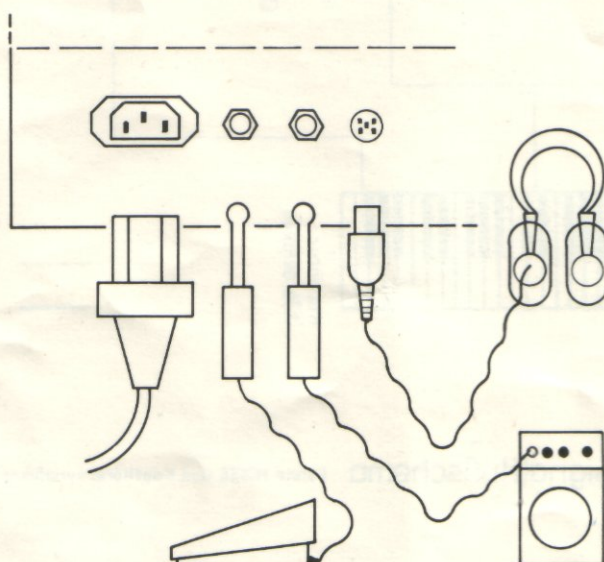

Abb. 4
- 3.2. Sollten Sie die Wiedergabe über Kopfhörer wünschen, schließen Sie diese wie aus Abb. 4 ersichtlich, statt eines Verstärkers oder auch zusätzlich, als Hörkontrolle an.